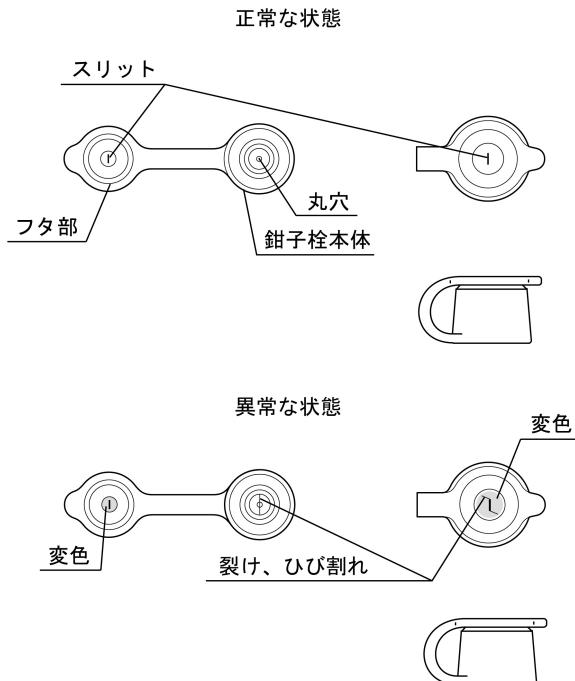

図2
11.鉗子栓のフタ部のスリットまたは鉗子栓本体の丸穴に裂け、ひび割れ、変形、変色などの異常がないことを目視で確認すること（図2参照）。